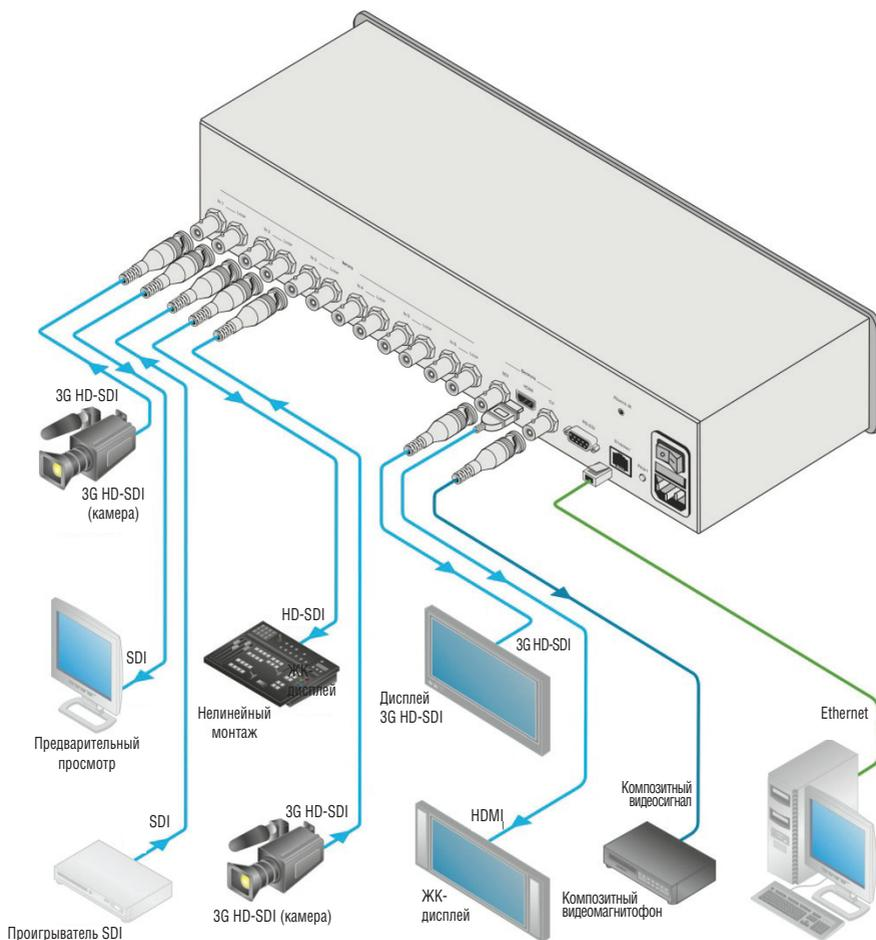

Рис. 3. Подсоединение устройства «картинка в картинке» на 6 изображений / квадратора экрана MV-6
Устройство **MV-6** способно принимать до шести входных сигналов SD/HD/3G HD-SDI. Оно подает на выход сигнал (который может представлять собой любое сочетание входных сигналов) с разъемов SDI, HDMI и входа композитного видеосигнала, как это показано на рис. 3.
**Чтобы подсоединить устройство MV-6 в соответствии с примером, показанным на рис. 3, действуйте в следующем порядке:**
5. Подсоедините сетевой шнур (на рис. 3 не показан).